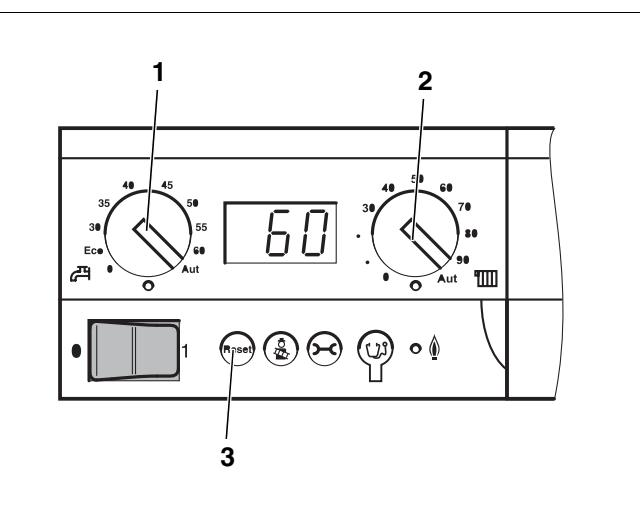

Рис. 17 Главный регулятор Logamatic BC10
Поскольку горелка специально поставляется в состоянии сообщения о неисправности, то нужно перед первым пуском в эксплуатацию выполнить сброс неисправности, для чего нажать кнопку Reset (рис. 17, поз. 3, стр. 19). Или нажать кнопку подавления помех на SAFe 10 (как это описано далее).
Поскольку горелка специально поставляется в состоянии сообщения о неисправности, то нужно перед первым пуском в эксплуатацию выполнить сброс неисправности, для чего нажать кнопку Reset (рис. 17, поз. 3). Или нажать кнопку подавления помех на автомате горения (как это описано далее).
- Установить ручки управления "максимальной температурой котловой воды" (рис. 17, поз. 2) и "заданной температуры горячей воды" (рис. 17, поз. 1) на "Aut".